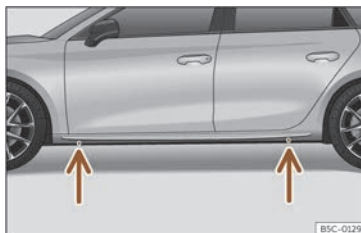

Fig. 43 Punt de suport del gat.
- Cerqueu al llarguer la marca del punt de recolzament del gat (zona enfonsada) més proper a la roda a canviar >>> fig. 43.